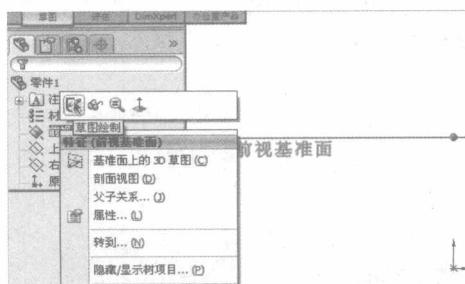

图 2-1-3
① 在 SW 界面的左快捷设计树的前视基准面上单击鼠标右键，选择草图绘制图标 创建草图，如图 2-1-3 所示。或者先单击前视基准面，再单击工具栏内的草图绘制图标 。